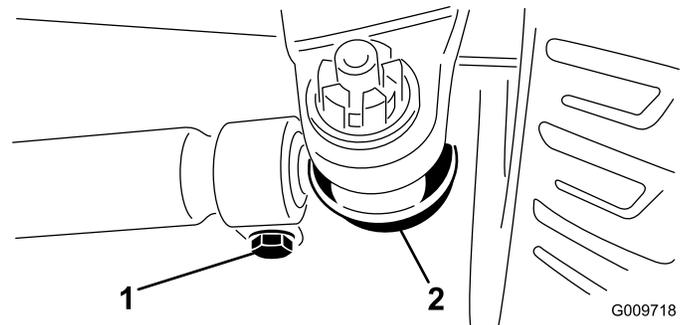

Figure 75
2. Pour le régler, retirez la goupille fendue et l'écrou de l'une des rotules de biellette (Figure 75). Déposez la rotule de biellette du support du corps d'essieu.
3. Desserrez les fixations aux deux extrémités des biellettes (Figure 75).